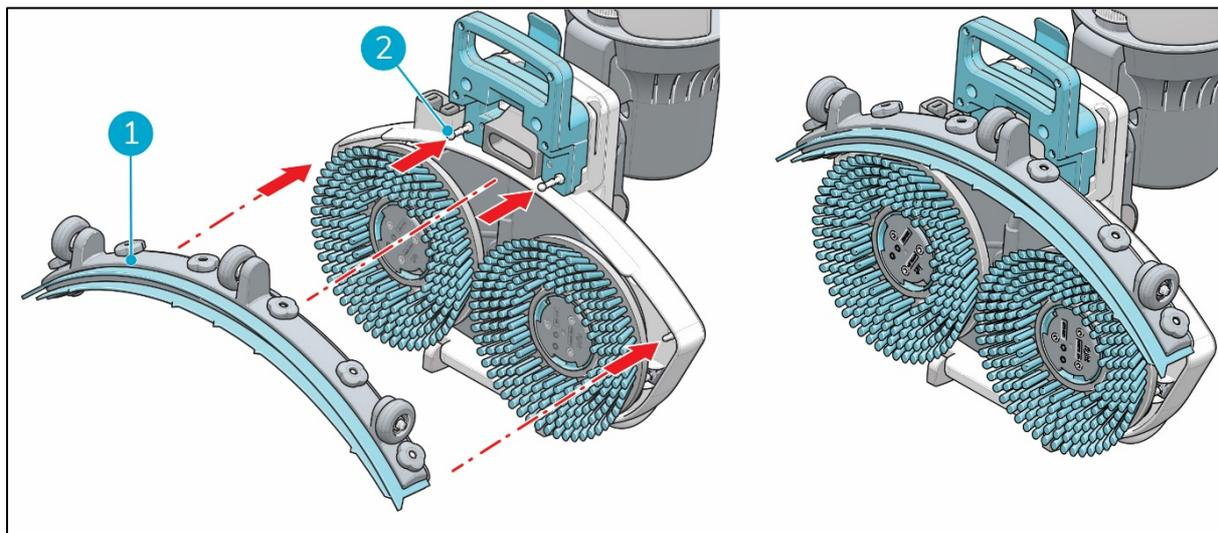

Figure 10
2. Alignez les broches de la plate-forme de récurage (Figure 10, pos 2) avec les trous sur la raclette (Figure 10, pos 1).